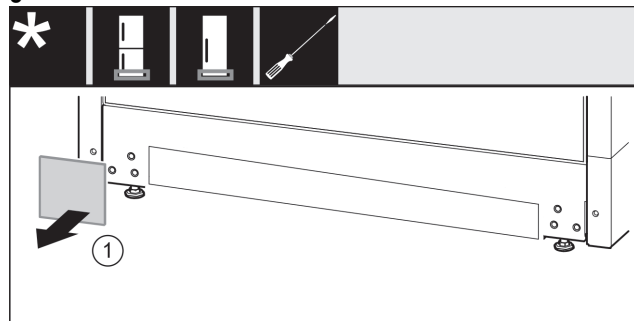

Fig. 24
- ▶ Võtke kate maha. Fig. 24 (1)